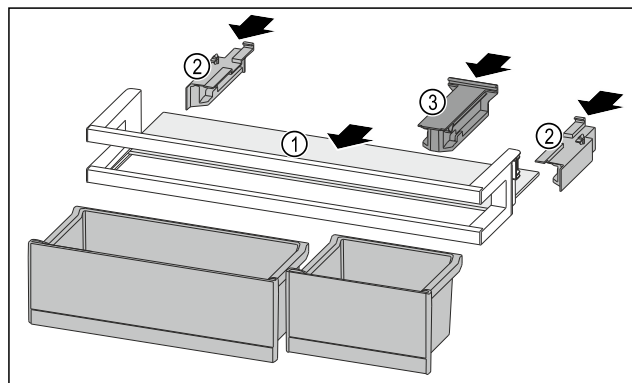

Fig. 189
- ▶ Вдвиньте съемную полку Fig. 189 (1) в боковые пазы.
- ▶ Установите боковые части Fig. 189 (2).
- ▶ Смонтируйте крепление Fig. 189 (3).